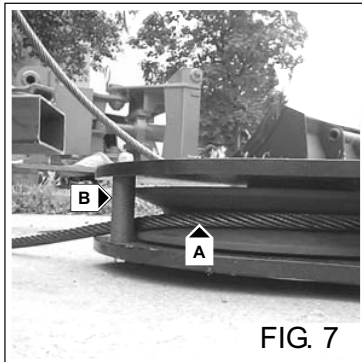

FIG. 7
- Inserire la fune nel bozzello (Fig. 7/8 - Rif. A) (la fune deve passare fra la puleggia ed i due perni (Fig. 7/8 - Rif. B).
- Insert the rope in the block (Fig. 7/8 - Ref. A) (the rope must pass through the pulley and the two pins (Fig. 7/8 - Ref. B).
- Das Seil in den Kolben (Abb. 7/8 - Buchst. A) einführen (das Seil muß zwischen der Riemenscheibe und den zwei Zapfen durchgehen (Abb. 7/8 - Buchst. B).